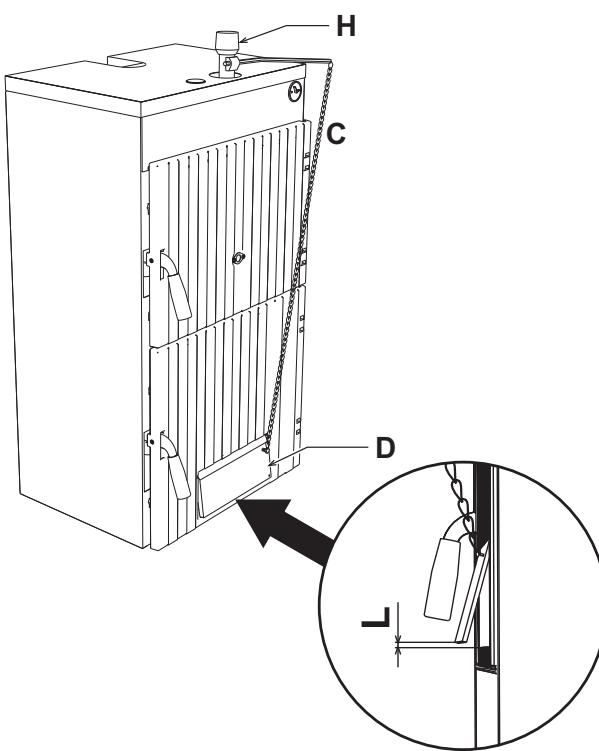

рис. 2 - Монтаж
2. Установите терmostатический регулятор "H" (рис. 2).
4. С помощью предусмотренного для этой цели винта регулируйте дверцу воздухозаборника так, чтобы при опущенной дверце величина зазора для прохода воздуха составляла 1 - 2 мм, но не более. При холодном котле поставьте термостат на 60°. Прикрепите цепочку "C" к проушине "D" дверцы воздухозаборника и регулируйте ее длину так, чтобы зазор для прохода воздуха "L" (рис. 2) составлял около 15 мм при использовании каменного угля "coke III" и 2 мм при использовании древесного топлива.
С помощью предусмотренного для этой цели винта регулируйте дверцу воздухозаборника так, чтобы при опущенной дверце величина зазора для прохода воздуха составляла 1 - 2 мм, но не более. При холодном котле поставьте термостат на 60°. Прикрепите цепочку к проушине дверцы воздухозаборника и регулируйте ее длину так, чтобы зазор для прохода воздуха "L" (рис. 2) составлял около 15 мм при использовании каменного угля " coke III" и 2 мм при использовании древесного топлива.